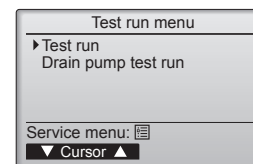

Fig. 7-2
- ② Välj "Test run" (Testkörning) från menyn Testkörning och tryck på [VÄLJ]. (Fig. 7-2)
- ③ Testkörningen startar och skärmbilden Testkörning visas.